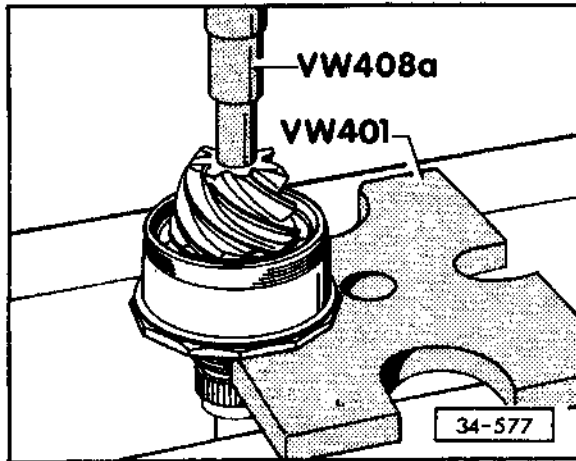

Abb. 5 Innenringe des Doppelkegelrollenlagers auf ca. 100° C erwärmen, aufsetzen und nachspannen
- warm aufsetzen und nachpressen – Abb. 5